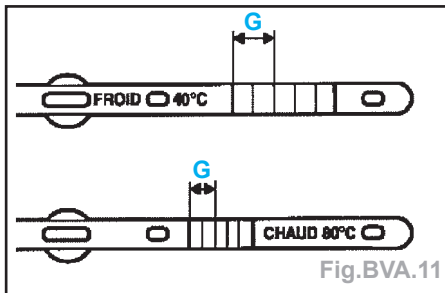

Fig.BVA.11
- lorsque la température $80^{\circ}\text{C} \pm 1^{\circ}\text{C}$ est atteinte, retirer la jauge, le niveau doit se trouver dans la zone des deux graduations supérieures (G) (côté 80°C) (Fig.BVA.11).